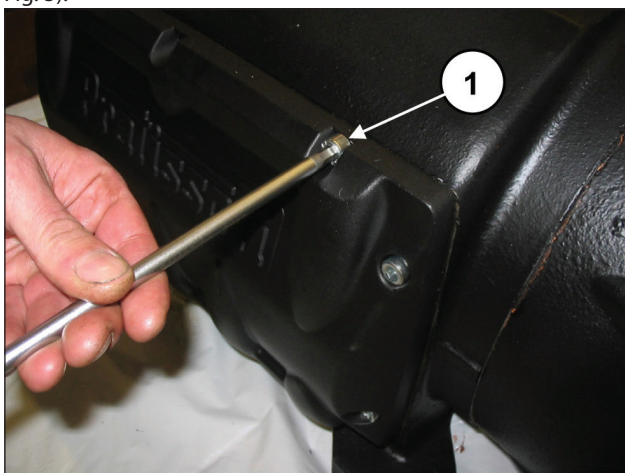

Fig. 5
Desmontar la tapa del cárter aflojando los tornillos (pos. ①, Fig. 5).